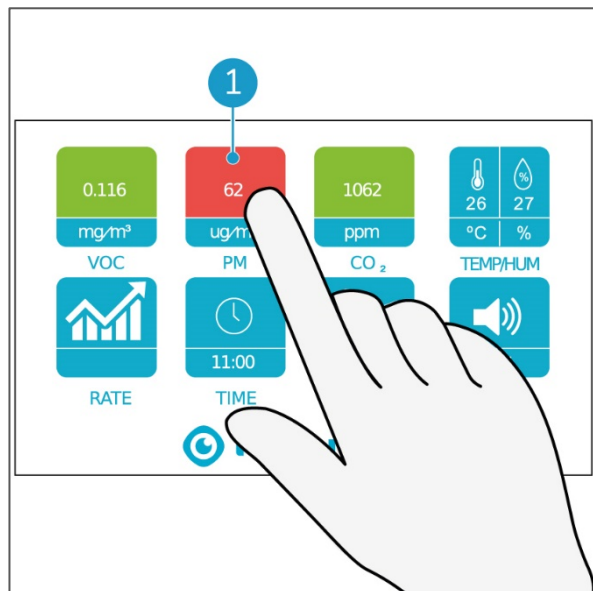

Figura 12
1. Tocca il tasto PM (Figura 12, pos 1) con il dito.